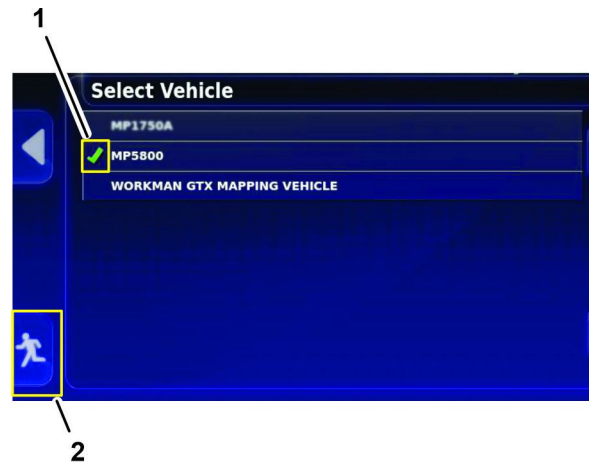

Рисунок 204
Примечание: Управляющая консоль перезапустится и отобразит выбранный опрыскиватель (Рисунок 204).
4. Нажмите на значок ВЫХОДА ИЗ НАСТРОЕК (Рисунок 204).